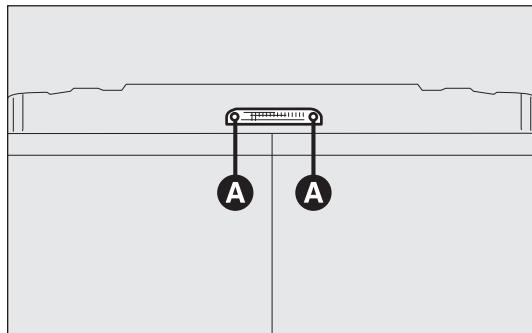

fig. 196
- dévisser les deux vis de fixation A-fig. 196;